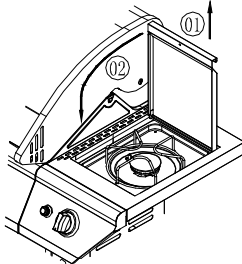

Fig.13B
- (d) À l'aide de (2) vis cruciformes (AA), fixez l'étagère du brûleur latéral (N et D1) au capot du gril à partir de l'intérieur de la chambre de cuisson. Insérez (1) vis cruciforme (CC) pour fixer le panneau avant de l'étagère du brûleur latéral au panneau de commande. Voir la Fig.13B. Serrez bien les deux vis desserrées pour fixer fermement l'étagère à la chambre de cuisson.